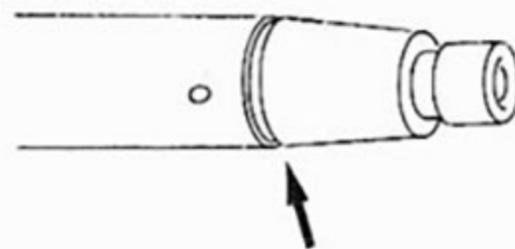

FIGURE 26
- S'assurer du bon état de la gorge du petit truarc sur la soie de vilebrequin (Fig. 26).